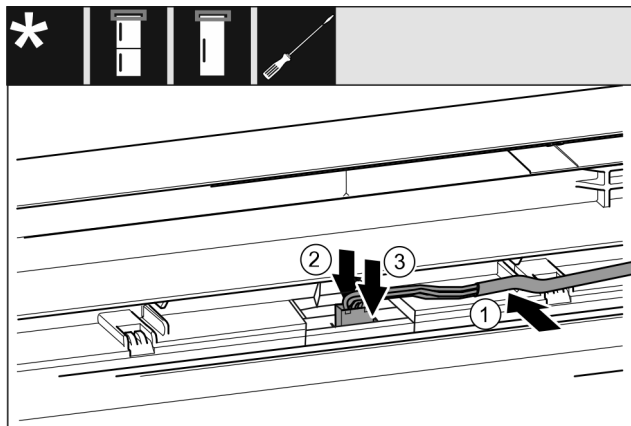

Fig. 44
- ▶ Anbring det grå kabel i føringen i den øverste dør. *Fig. 44 (1)*
- ▶ Tryk låsetappen bagud. *Fig. 44 (2)*
- ▶ Lad stikket gå i indgreb. *Fig. 44 (3)*